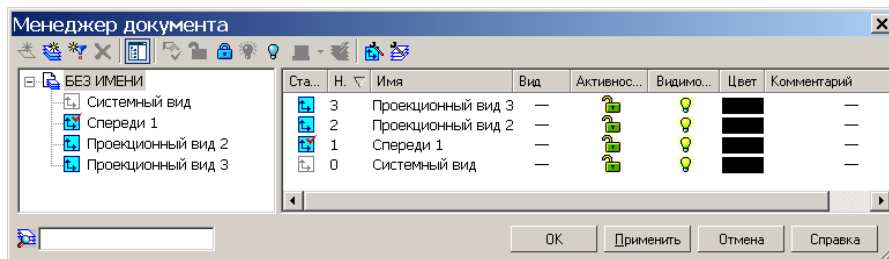

Рис. 13.8.
2.7. На панели **Текущее состояние** нажмите кнопку команды **Состояния видов** –  , которая вызывает окно **Менеджера документа** (рис. 13.8).